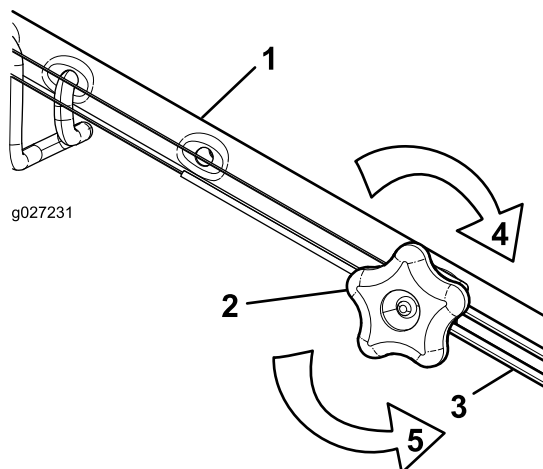

Figura 32
1. Gire el pomo de ajuste en sentido antihorario para aflojar el cable (Figura 32).
2. Ajuste la tensión del cable (Figura 32) tirando del mismo hacia atrás o empujándolo hacia adelante, y manténgalo en esa posición.